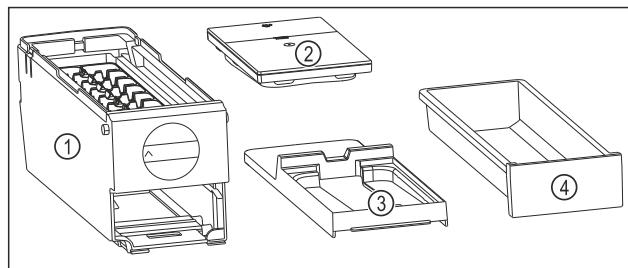

Fig. 80 Съставни части на EasyTwist-Ice
- ▷ EasyTwist-Ice е разглобен на четири части. (виж Fig. 80)
- ▶ Разглобявайте EasyTwist-Ice само на изобразените съставни части. (виж Fig. 80)
- ▶ Почистете корпуса на EasyTwist-Ice Fig. 80 (1) като едно цяло.